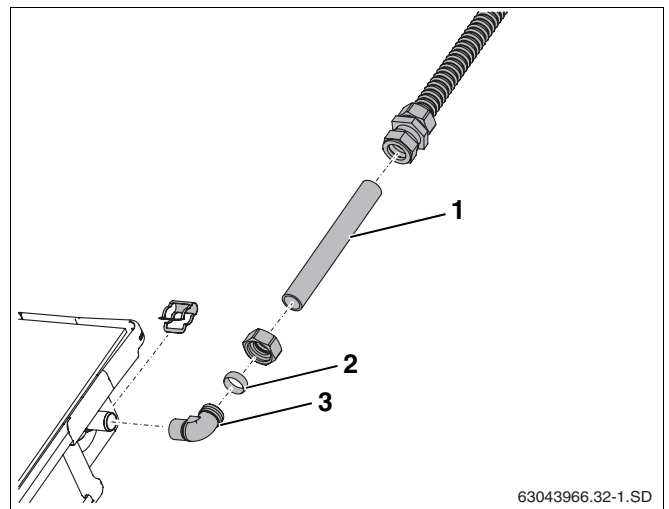

Fig. 61 Aumentar o tubo de ligação
- ▶ Instalar o anel de aperto (fig. 61, **item 2**) e a porca no cotovelo (fig. 61, **item 3**).
- ▶ Colocar o tubo de cobre com o prolongamento correspondente (18 mm, fig. 61, **item 1**) para as uniões roscadas de anel de aperto.